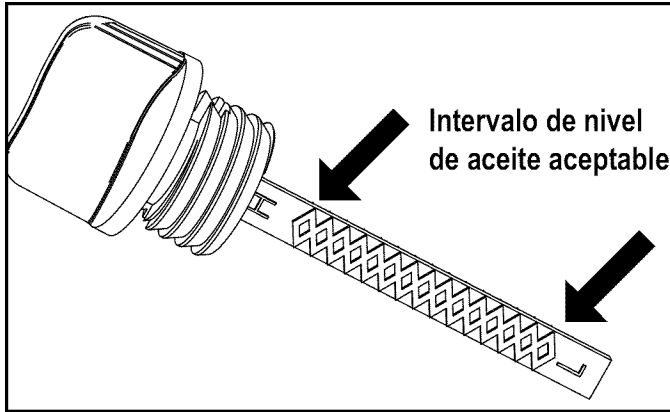

Figura 4-9. Varilla de medición
4. Compruebe periódicamente hasta que el nivel de aceite esté entre "L" y "H" en la varilla de medición (Figura 4-9). No llene en exceso.